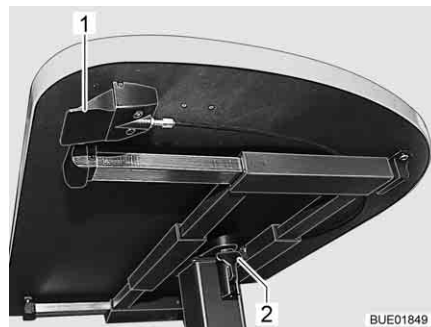

Fig. 100 Réglage table à hauteur réglable
- Rabattre le levier de verrouillage (Fig. 100,2) vers le bas.
- Faire pivoter le levier (Fig. 100,1) situé sous le plateau de table vers le haut. Le mécanisme de réglage de hauteur se trouvant dans le pied de table est déverrouillé.
- Faire pivoter le levier (Fig. 100,1) situé sous le plateau de table vers le haut. Le plateau de table s'élève alors automatiquement jusqu'à la butée de fin de course.